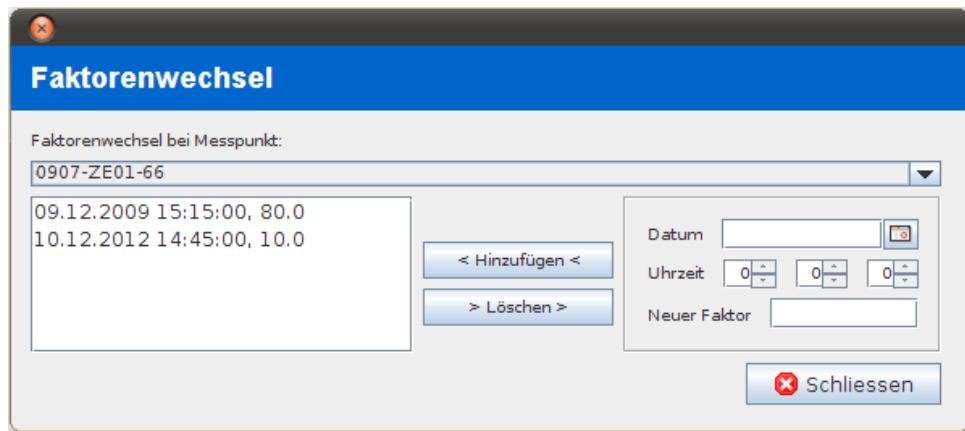
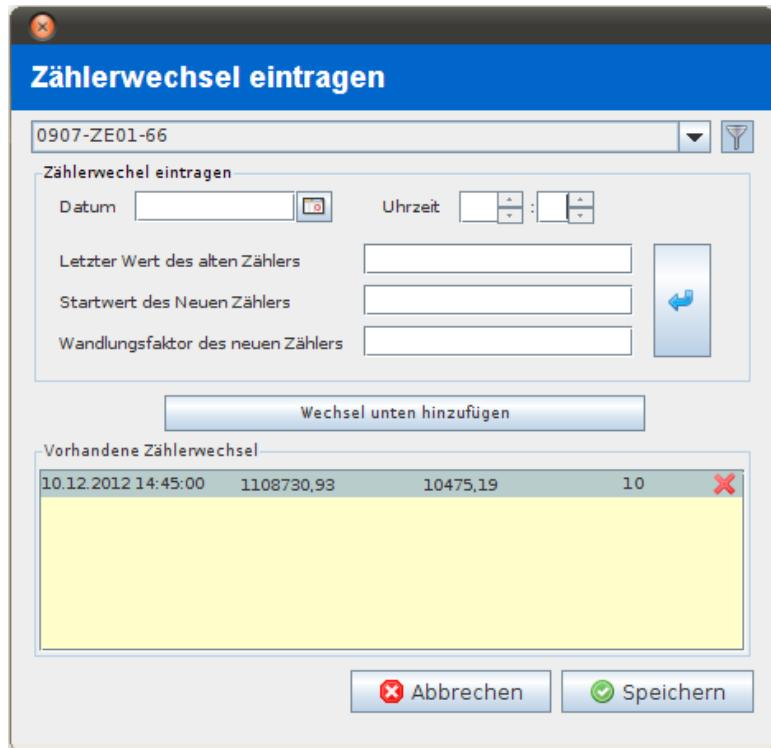

Abbildung 64: Eintrag von Faktorenwechseln
Abbildung 65: Eintrag von Zählerwechseln
Faktorwechsel können über das Menü MESSPUNKTE → FAKTORENWECHSEL eingetragen werden. In Abbildung 64 gilt der Faktor aus den Messpunktparametern bis zum 09.12.2009, 15:15 Uhr (ausschließlich), danach gilt der Faktor 80. Dieser gilt bis zum 10.12.2012, 14:45 Uhr ab dem der Faktor 10 gilt.
**Beispiel:** In Abbildung 65 ist für den Messpunkt 0907-ZE01-66 ein Zählerwechsel für den 10.12.2012, 14:45 Uhr eingetragen. Der letzte Wert des alten Zählers ist hier 1108730.93 und der erste Wert des neuen Zählers ist 10475.19. Der neue Wandlungsfaktor ist 10. Wie man in Abbildung 64 sehen kann wurde dieser Faktor auch automatisch mit in die Liste der Faktorenwechsel aufgenommen.